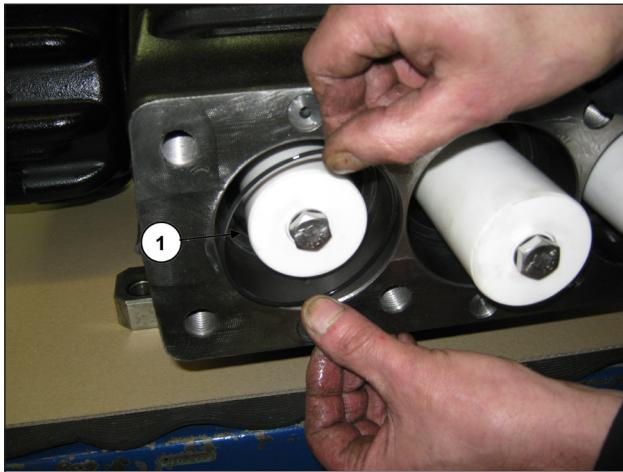

Abb. 116
Montieren Sie die O-Ringe in das Pumpengehäuse (Pos. ①, Abb. 116).